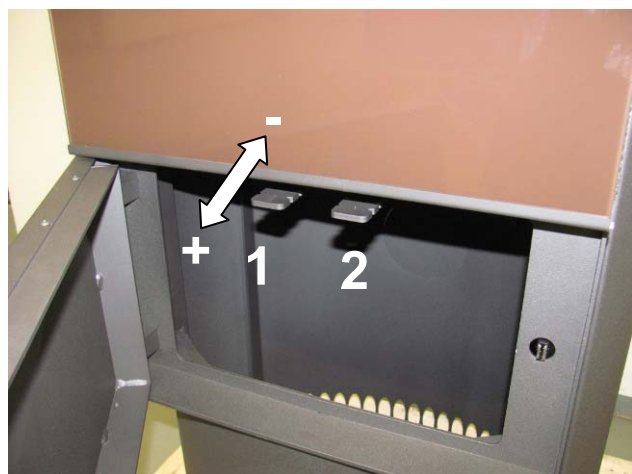

Fig. 12 : position des manettes d'admission d'air
Les manettes d'admission d'air du K140A se trouvent derrière le volet inférieur (Fig. 12). Ouvrir le volet en appuyant à droite.
Pour ouvrir les sections transversales d'air, tirer les manettes d'admission d'air hors de l'appareil (Fig. 12).
La manette d'admission d'air primaire commande l'air par le biais de la grille en fonte (Fig. 12 pos. 1).
La manette d'admission d'air secondaire commande l'air pour le nettoyage de la porte vitrée et ne devrait par conséquent jamais être complètement fermée (Fig. 12 pos. 2) !
- Ne fermez jamais complètement la manette d'admission d'air secondaire (section transversale de la ventilation) spéciale de la vitre Fig. 12 Pos. 2 à la page 12) chargée de nettoyer la vitre d'exposition.